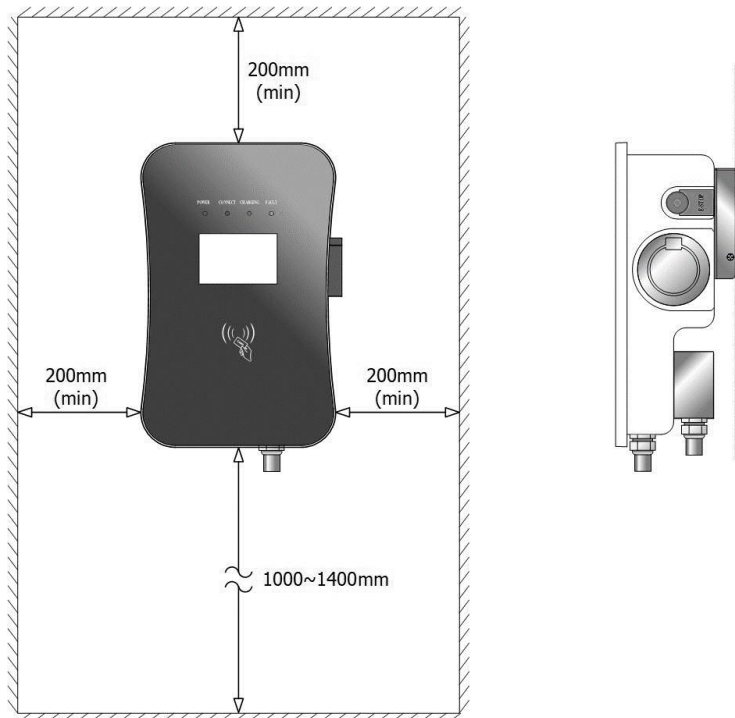

Figura 5 - Espaço mínimo
- Requisitos de espaço: Quando a estação de carregamento for fixada na parede, os requisitos mínimos de espaço estão indicados na "Figura 5 - Espaço mínimo"